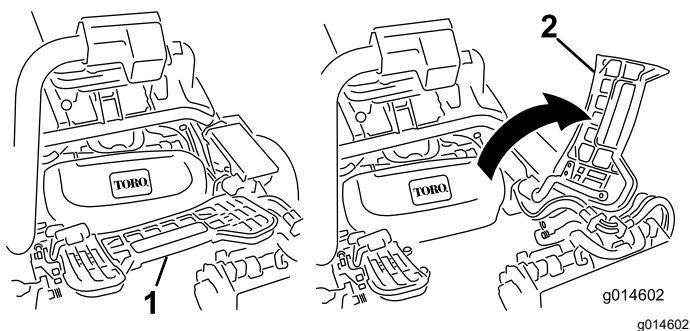

図 47
1. フットレストを跳ね上げて開き、中央カッティングユニット取り付け位置へのアクセスを確保する 図 47。